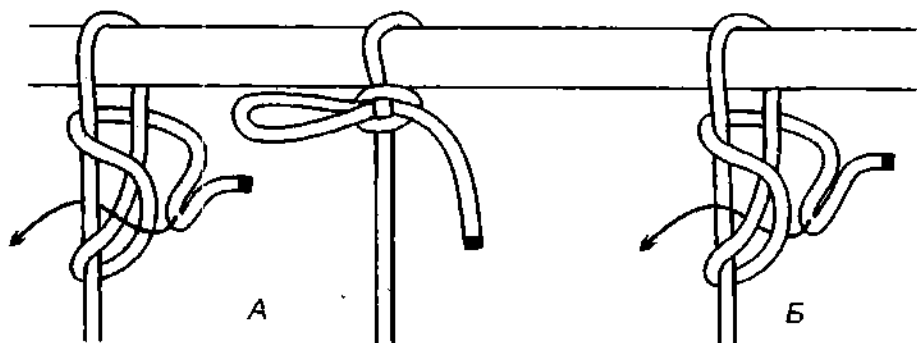

Рис. 549. А – курьерский узел. Б – быстроразвязывающийся перевёрнутый штык.
*Курьерский узел* завязывается почти как *перевёрнутый штык* – разница в том, что у *курьерского штыка* обносится калышка, а у *перевёрнутого штыка* коренной конец (рис. 549). Свойства обоих узлов одинаковы. *Курьерский узел* применяют для крепления швартовых и фалиней за палы, битенги и кнехты. *Курьерский узел* способен выдержать сильное натяжение, он туго затягивается, но легко раздаётся.